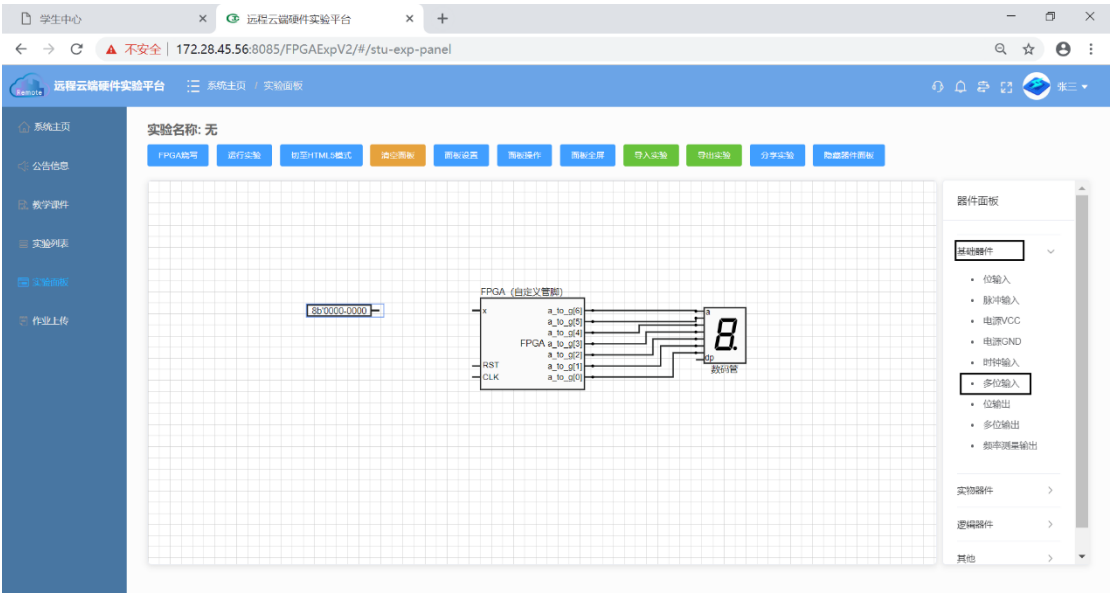

图 1-46 添加多位输入器件
(1). 从右侧“基础器件”中，拖拽一个“多位输入”器件进入实验图纸，如图 1-46 所示。